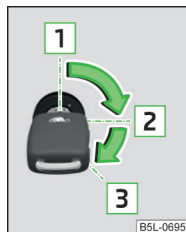

Fig. 99
**Pozițiile cheii autovehiculului în butucul de contact » fig. 99**
- > Rotiți cheia în poziția  » fig. 99 la pagina 107.